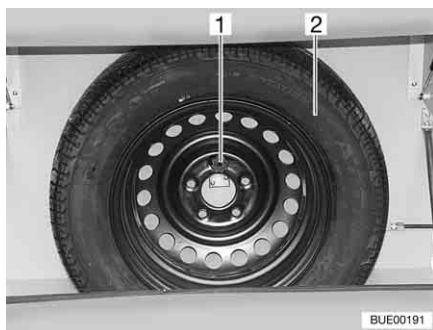

Fig. 233 Soporte para la rueda de repuesto
El soporte para la rueda de repuesto está instalado en la caja para bombonas de gas. Pagando un sobreprecio puede obtener la rueda de repuesto (Fig. 233,2).
- Soltar el tornillo (Fig. 233,1).
- Sacar la rueda de repuesto (Fig. 233,2).